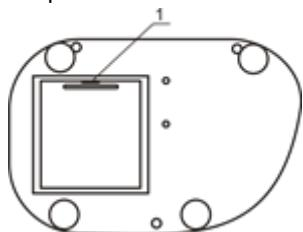

Abbildung 1.
- (für DEN-1B) Batterie einlegen. Stecken Sie einen flachen, spitzen Stift in die kleine Buchse (Abb. 1/1) an der Unterseite und öffnen Sie das Batteriefach. Legen Sie die Batterien wie in der Abbildung gezeigt ein und schließen Sie das Fach.